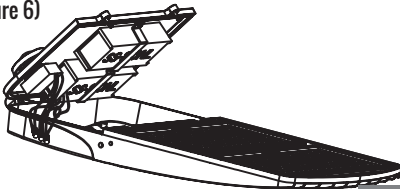
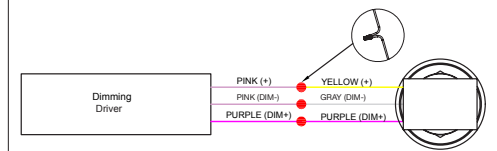

Figure 4
Figure 6
4. Fixez le couvercle du circuit d'attaque au corps du luminaire. (Figure 4) Connectez les fils selon le schéma. (Figure 6)